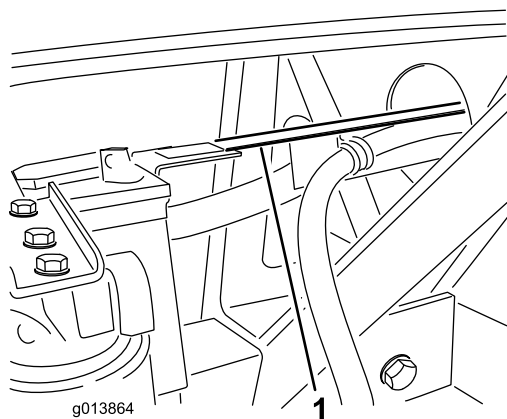

Bild 10
5. Die Schlauchführung sollte über der Lasche von der vertikalen Stütze des Batteriefachs sitzen (Bild 10). Wenn die Löcher in der Schlauchführung nicht mit den Löchern in der Batteriefachlasche übereinstimmen, können Sie die Länge der Schlauchführung
6. Befestigen Sie die Schlauchführung mit zwei Schrauben ($\frac{1}{4}$ " x $\frac{3}{4}$ ") und Sicherungsbundmuttern an der Nase des Batteriefachs (**Bild 10**).